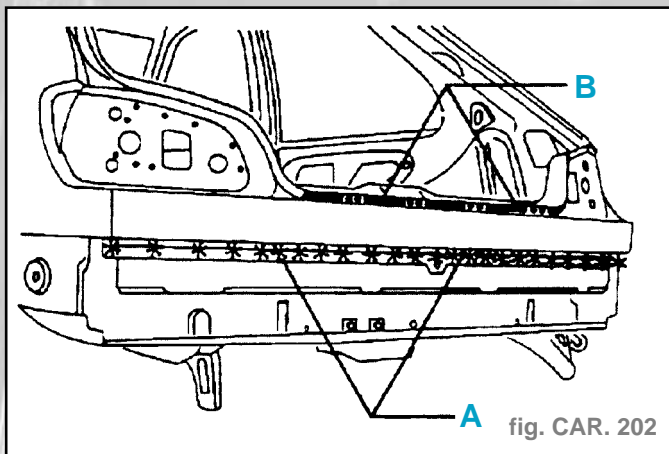

fig. CAR. 202
- Découper par fraisage des points (suivant A) (fig. CAR. 202).